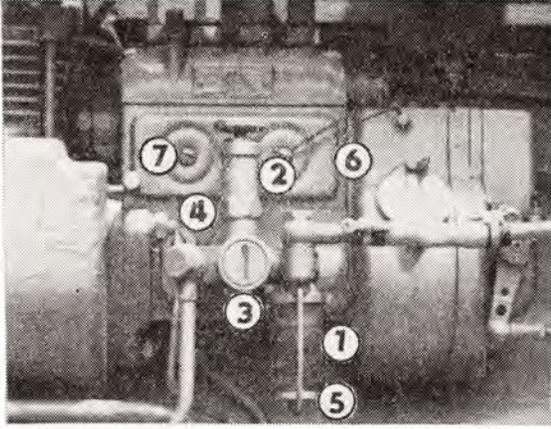

Abb. 16
Aufgabe der Förderpumpe ist, den Kraftstoff unter einem bestimmten Druck aus dem Behälter zu der höher gelegenen Einspritzpumpe zu fördern. Sie wird durch einen Exzenter auf der Nockenwelle der Einspritzpumpe angetrieben, an welche sie mit drei Schrauben angeflanscht ist. Der Kraftstoff wird durch die Rohrleitung über den Grobfilter (Abb. 16/1) und das Saugventil in eine Kammer angesaugt, in welcher eine Feder angebracht ist. Der Pumpenkolben
Im oberen Teil der Förderpumpe ist eine kleine Handpumpe (Abb. 16/2) eingeschraubt. Ist genügend Kraftstoff im Behälter und gelangt dieser trotzdem nicht in die Einspritzpumpe, muss die Ursache entweder in der Förderpumpe gesucht werden, oder es können auch der Verschlusshahn, das Zuleitungsrohr, das Absetzbecken oder die Kraftstoff-Filtereinlagen verstopft sein.
2. Mit einem Schraubenzieher ist die Verschlusschraube (Abb. 16/3) auszuschrauben und die Feder samt Pumpenkolben ist abzunehmen. Kolben und Ventil sind zu überprüfen und zu reinigen.
3. Im Falle, dass der Druckbolzen eingerieben ist, wird die Förderpumpe durch Ausschrauben der drei Schrauben M 6 (Abb. 16/4) vom Einspritzpumpengehäuse abmontiert und der Bolzen ist fein nachzuläppen.
Anmerkung: Ist das Glasgefäß der Förderpumpe verunreinigt, muss die Mutter (Abb. 16/5) des Bügels, welcher das Glasgefäß (Abb. 16/1) zur Pumpe festzieht gelockert, der Bügel (Abb. 16/5) heruntergeklappt, das Gefäß und das Sieb gründlich gereinigt werden.
1. Die Plombe ist vom Seitendeckel (Abb. 16/6) zu entfernen, zwei Schrauben (Abb. 16/7) sind zu lö-